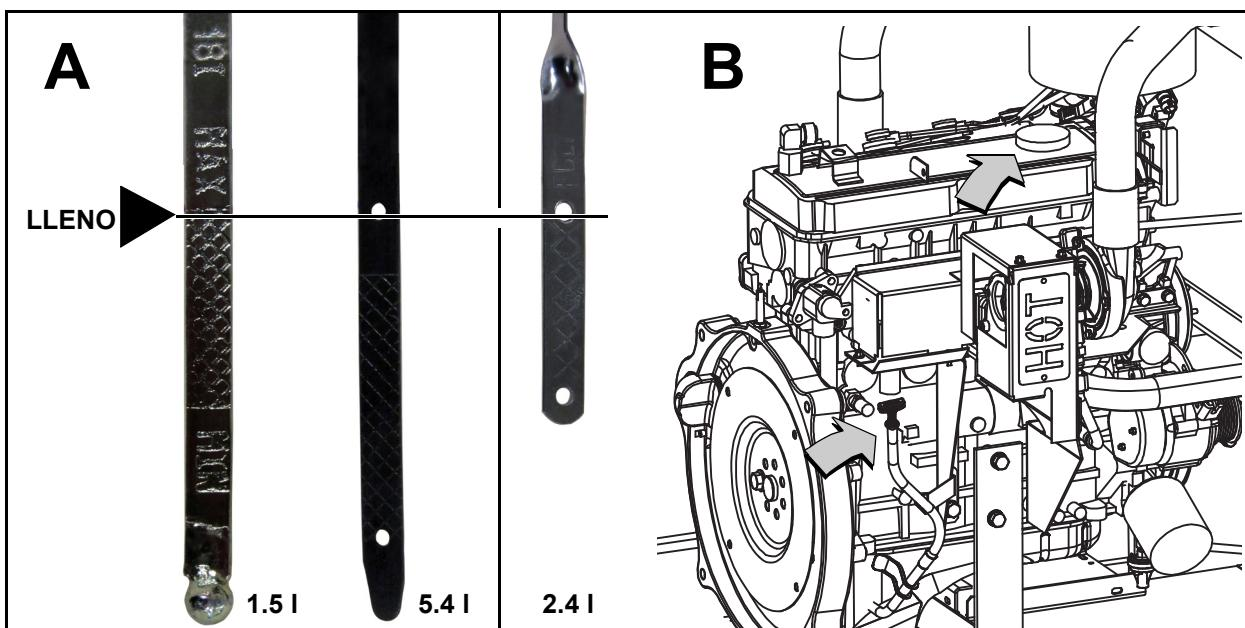

Figura 5-7. Varilla de medición de nivel de aceite y tapa de llenado de aceite
- Retire la varilla de medición y séquela con un trapo limpio y sin pelusa. Vea B en la Figura 5-7
7. Verifique que el nivel de aceite se encuentre en la marca FULL (lleno) o cerca de ella. Añada aceite como sea necesario. Vea A en la Figura 5-7